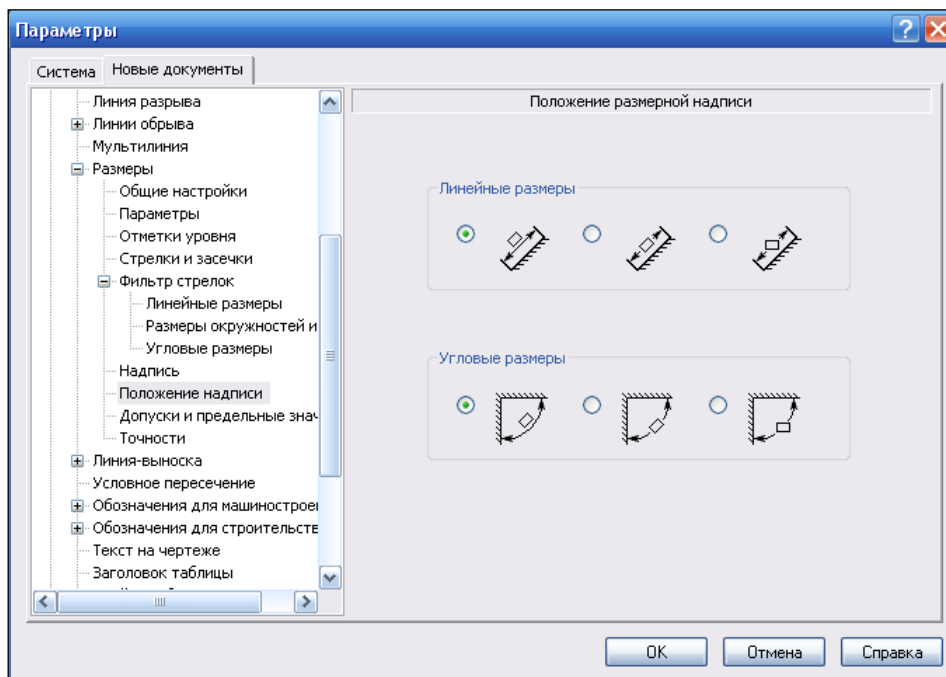

Рис. 1.13. Диалоговое окно **Параметры** с открытой панелью **Положение размерной надписи**
- ◆ выделите ЛК мыши пункт **Положение надписи**. В правой части откроется панель **Положение размерной надписи** (рис. 1.13). На этой панели два ряда переключателей. Включение одной опции отключает другую. По умолчанию установлено положение размерной надписи по ЕСКД;